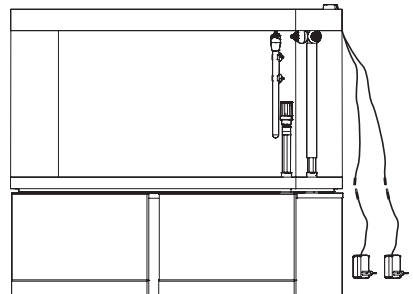

Bild 9
3. Anslut belysningsenheten till LED-drivenheten med dess kontakt (bild 9).